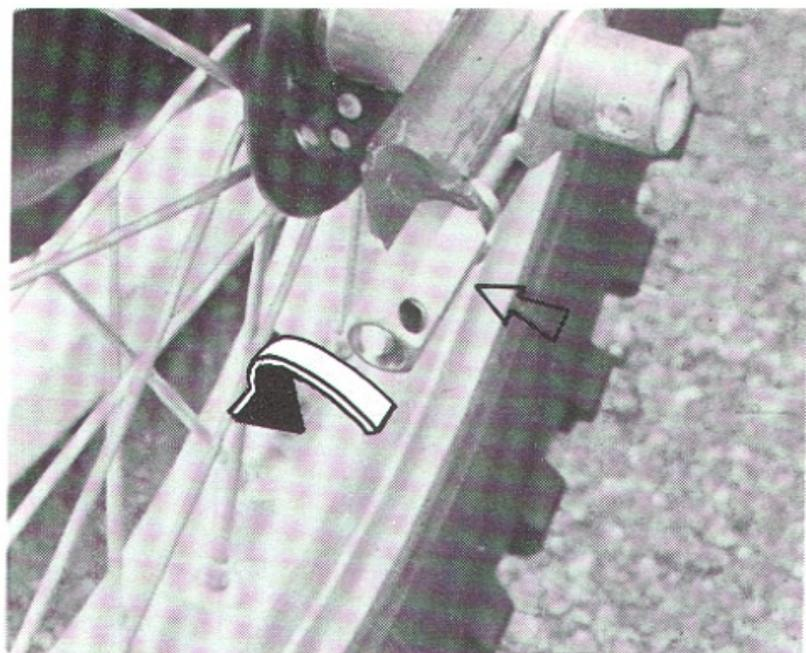

Fig. 29 - Tendicatena
- Con la macchina sul cavalletto svitare i dadi perno ruota e allentare i due tendicatena (Fig. 29).